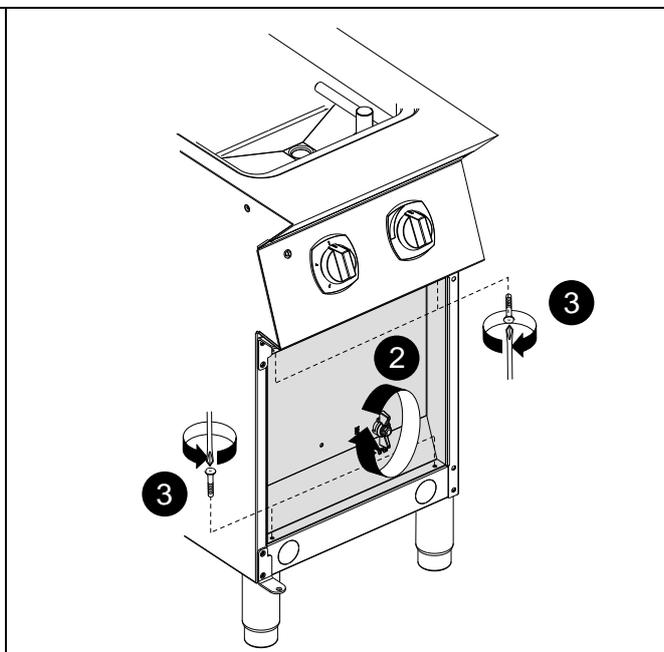

FIG. 2
- Svitare la vite "A" (vedere FIG. 2);
- Allentare la vite "A" (vedere FIG. 2);
2. Svitare la manopola della valvola di scarico (vedere dettaglio 2 —FIG. 2).
3. Svitare le quattro viti di fissaggio per rimuovere il pannello frontale (vedere dettaglio 3 —FIG. 2).